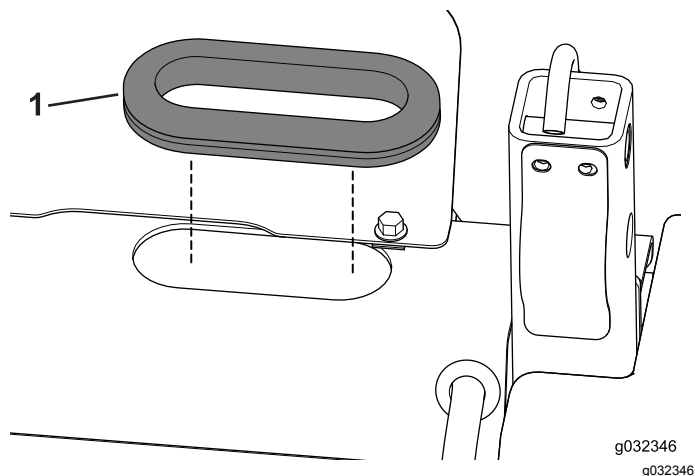

Bild 16
- Legen Sie die Scheibe in die Öffnung (Bild 16).